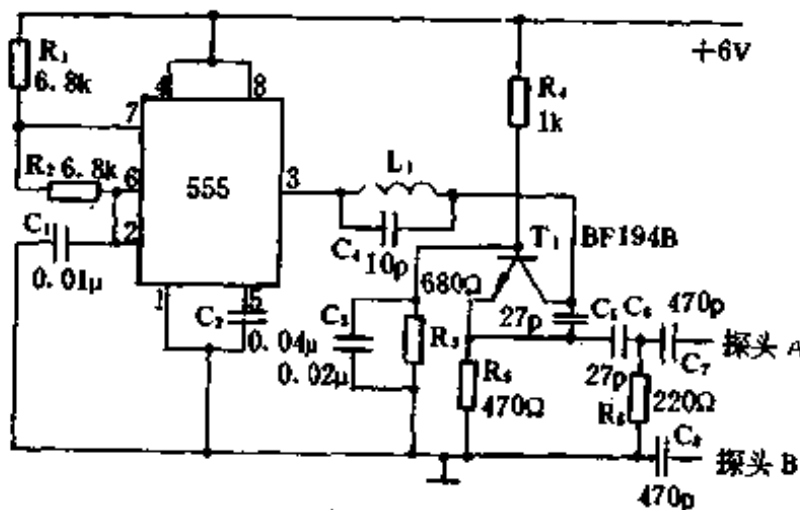

图1-265
该电路如图 1-265 所示。其核心元件是时基芯片 555，它工作于自激振荡状态。第③脚输出的脉冲信号经电感  $L_1$ 、电容  $C_1$  送至三极管  $T_1$  的集电极，从而产生一定强度的条形信号从探头输出。